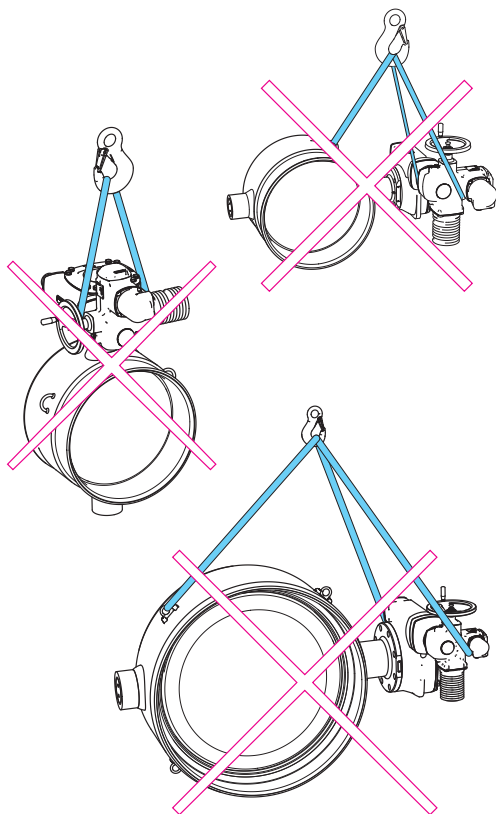
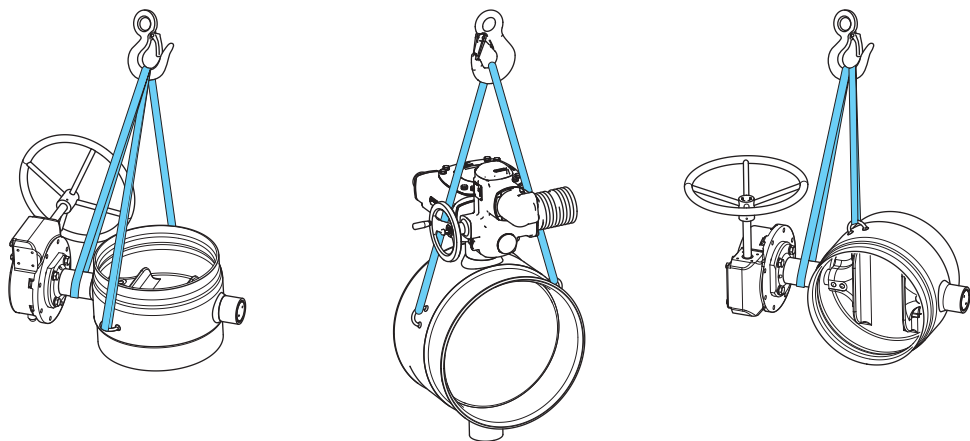

Bild 2. Lyft inte ventilen i ställdonet
Bild 3. Lyft av ventil försedd med 2 lyftöglor.
Ventilen måste alltid lyftas i lyftöglorna och den övre halsen (se bild 3 och 4). Ventilen eller ventilkonstruktionen får inte lyftas från ställdonet (se bild 2). Även lätta stötar kan skada ställdonet eller påverka ställdonets och ventils justeringar.
- Ventilen eller ventilkonstruktionen får inte lyftas i ställdonet. Om ventilen är försedd med lyftglor ska dessa användas (se bild 3 och 4). Om ventilen tappas eller lyfts på fel sätt kan detta orsaka personskador eller skador på utrustningen.